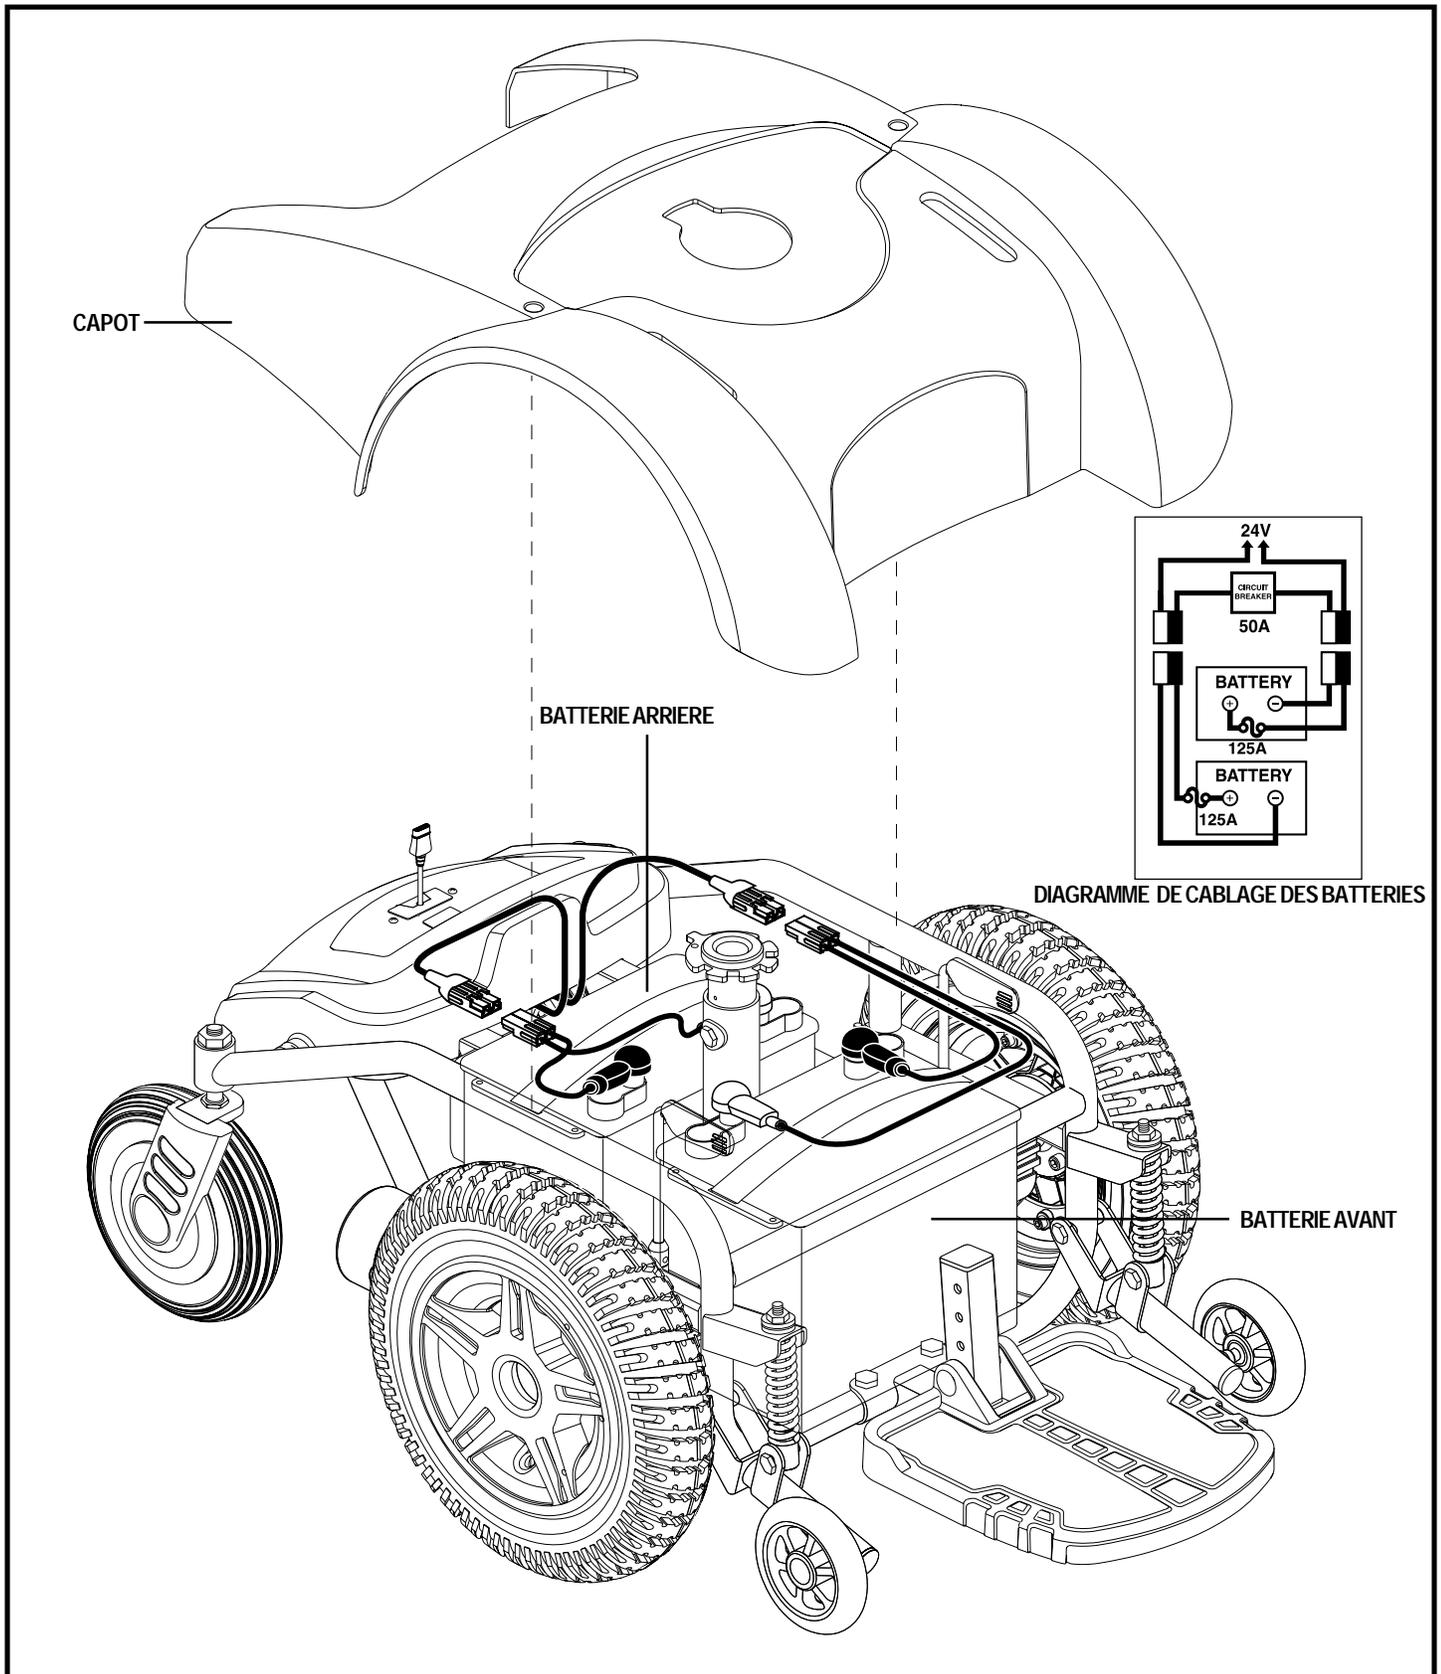

Figure 22. Branchement des batteries
Un diagramme est imprimé sur un autocollant situé sur la boîte à batteries. Voir la figure 22. Voir la section VI. "Batteries et recharge" pour connaître les spécifications des batteries.
12. Branchez le fil identifié d’un (+) à la borne positive (rouge) la plus proche. Voir la figure 22.